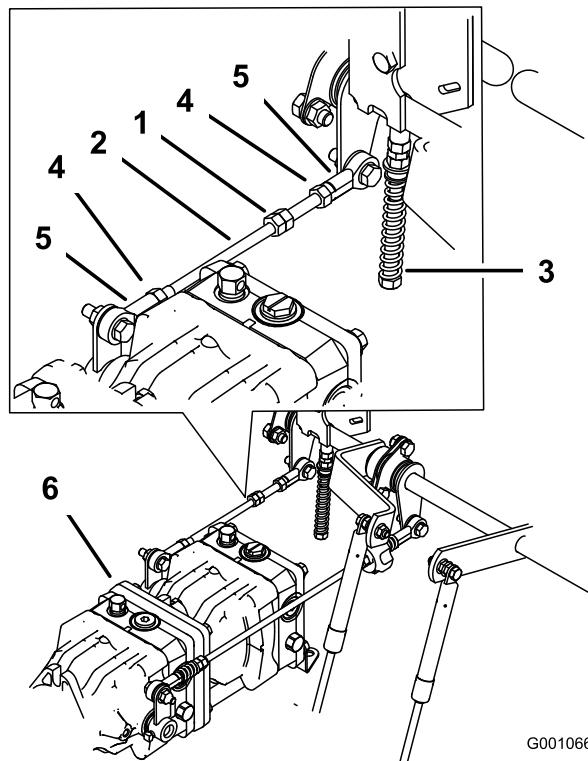

Figura 88
6. Apriete las contratuerca de las articulaciones esféricas (Figura 88).
1. Afloje las contratuerca de la articulación esférica de la varilla de control de la bomba (Figura 88).
3. Ajuste la longitud de la varilla de la bomba girando las tuercas dobles de la varilla, en el sentido apropiado, hasta que la rueda quede estacionaria o se mueva muy lentamente en marcha atrás (Figura 88).